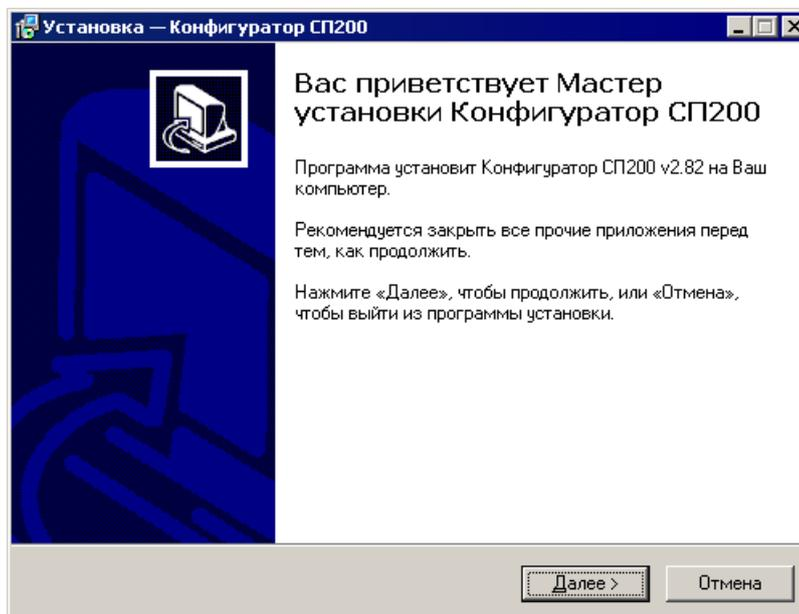

Рисунок 214
1. В первом, информационном окне инсталлятора (см. рис. 214) – ознакомиться с приведенными сведениями и нажать кнопку «Далее».